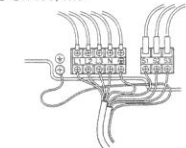

Fig. 7-2
7.1. Unidad exterior (Fig. 7-1, Fig. 7-2)
- 2 Tienda los cables de acuerdo con la Fig. 7-1 y Fig. 7-2.